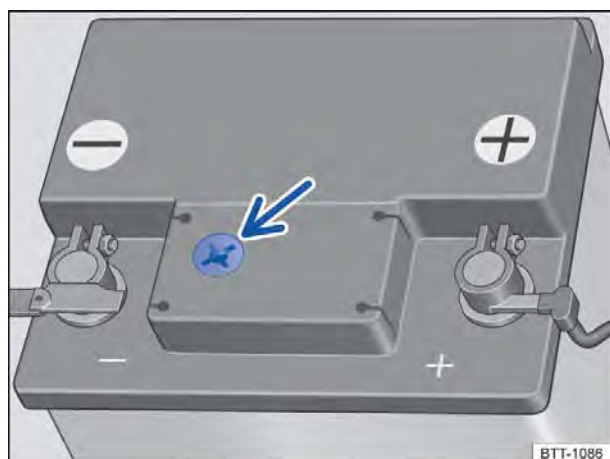

Fig. 204 Representação esquemática: visor no lado superior da bateria do veículo.
- Providenciar iluminação suficiente para poder identificar o indicador colorido dentro do visor redondo no lado superior da bateria do veículo ⇒ Fig. 204 (seta pequena). Jamais utilizar chamas expostas ou objetos incandescentes como iluminação.